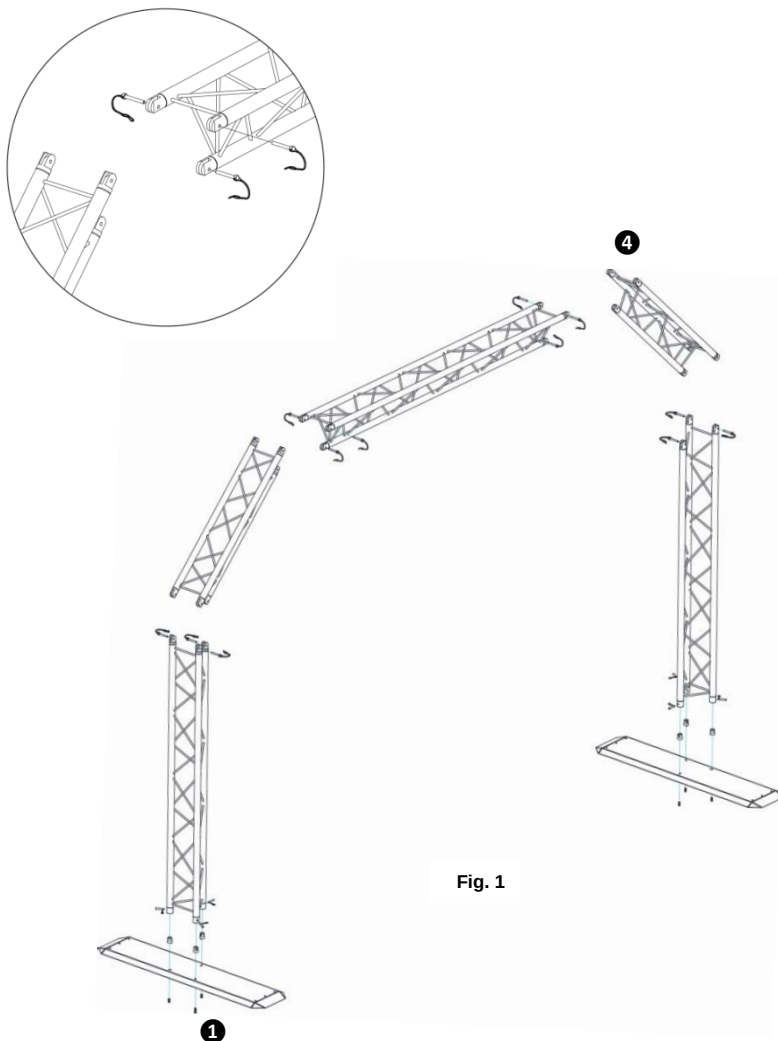

Fig. 1
4. Instale las placas base en los extremos del Arch Kit ensamblado. (1 y 6, Fig. 1)